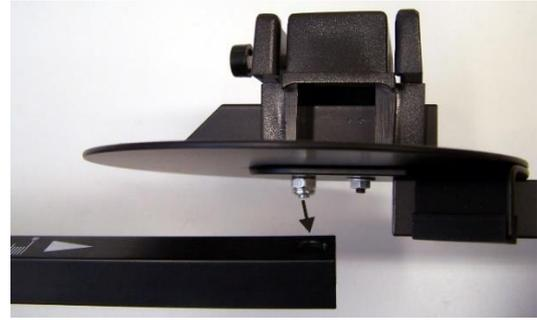

Fig. 2: Inserción del carril corto en el largo
- Inserte el carril corto en el largo (Fig. 2).